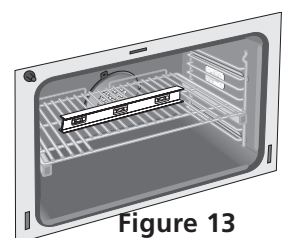

Figure 13
- Vérifiez si l'appareil est à niveau en installant une grille au centre du four et en plaçant un niveau à bulle sur cette dernière (Figure 13).